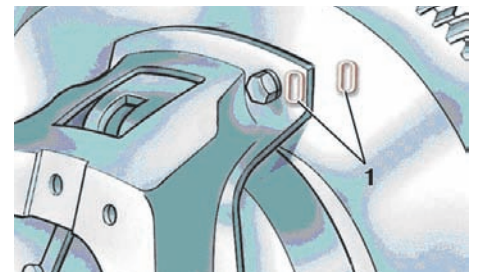

Рис. 5. Встановлення зчеплення по мітках: 1 – мітки
5. Сумістіть мітки «О» (див. рис. 5) на маховику і кожусі натискного диска і закрутіть шість болтів кріплення кожуха. Болти закручуйте рівномірно і послідовно по колу.